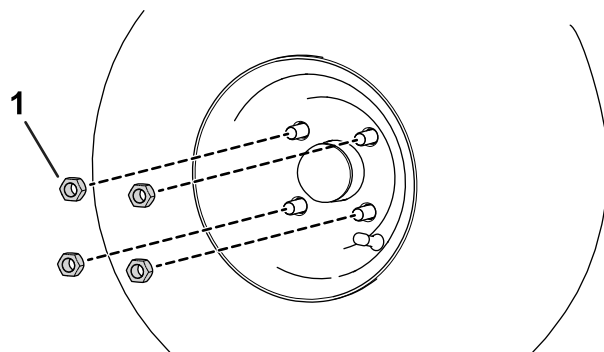

Рисунок 8
- Используйте ранее снятые зажимные гайки, чтобы прикрепить колесо к ступице (Рисунок 8).